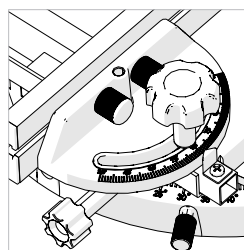

Fig. 22
- Use uma chave de fenda Phillips n.º 2 para desapertar o parafuso de fixação do indicador de ângulo. **(Fig. 22)** Ajuste o indicador